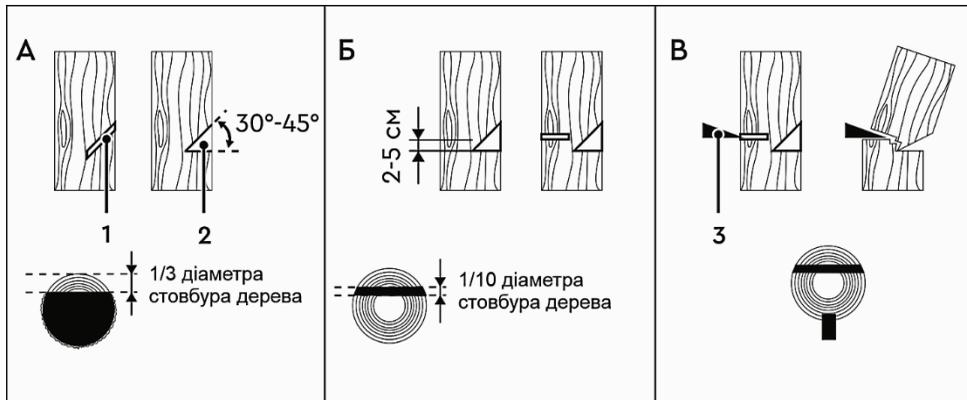

Рисунок 10
4.3.4 Виконання пропилів (дивіться рисунок 10)
Увімкніть пилу та почніть пиляти дерево з того боку куди воно має впасти (1, рисунок 10-А). Зробіть клиноподібний пропили (2, рисунок 10-А) під кутом 30-45°, глибина якого приблизно дорівнює 1/3 від товщини стовбура.
Валочний розпил (рисунок 10-Б) виконайте з протилежного боку від клиноподібного пропили, помістивши зубчастий упор пили на стовбур на 2-5 см вище нижнього краю клиноподібного пропили. Завершіть пиляння тоді, коли до внутрішнього краю клиноподібного пропили залишиться близько 1/10 діаметра стовбура. Коли робите валочний розпил, не намагайтеся пропиляти стовбур наскрізь до клиноподібного пропили. Частина стовбура, яка залишилася не пропиляною, буде направляти його в необхідний бік. Коли дерево почне падати, зупиніть роботу пили та негайно відійдіть у безпечну зону. Якщо дерево не почало падати, необхідно забити клин (3, рисунок 10-В), після чого дерево почне падати в сторону клиноподібного пропили.